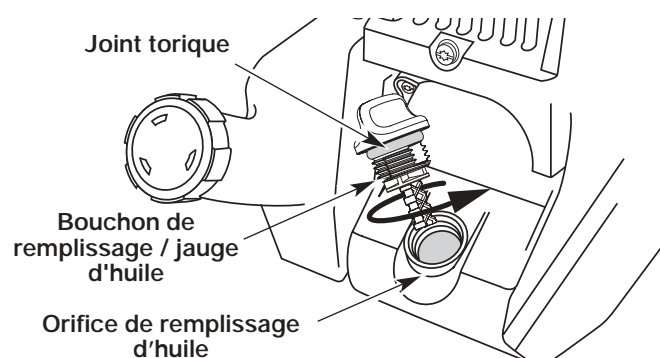

Fig. 17
6. Si le niveau est trop bas, ajoutez un peu d'huile par l'orifice et revérifiez (Fig. 17). Continuez jusqu'à ce que le niveau d'huile atteigne le haut de la jauge.
**REMARQUE:** Assurez-vous que le joint torique est mis sur le bouchon de remplissage / jauge d'huile au moment de la vérification et du changement d'huile (Fig. 17).